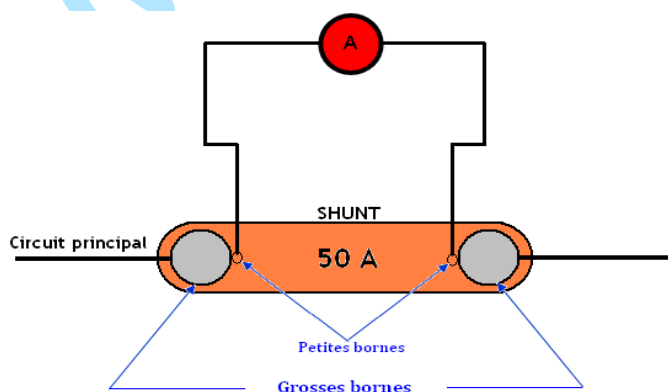

Figure 5: Ampèremètre branché sur un shunt de 50 A.
- Deux (2) grosses bornes reliées au circuit sur lequel on effectue la mesure ;
- Deux (2) petites bornes reliées à la borne positive (+) et à une borne particulière (en général celle correspondant au plus petit calibre) de l'ampèremètre (**fig. 5**).